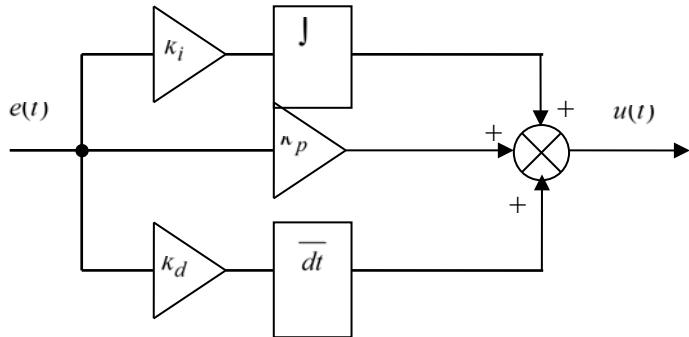

Рис. 1
В настоящей курсовой работе предлагается реализовать ПИД-регулятор в соответствии со схемами, показанными на рис. 1 и 2.
1. Выбрать операционный усилитель и реализовать ПИД-регулятор по схеме на рис. 1:
- Для расчёта интегрирующего и дифференцирующего устройств в схеме на рис. 1 ознакомиться со сведениями, изложенными в разделах 3.6 и 3.7, а также в литературе [2, 3].